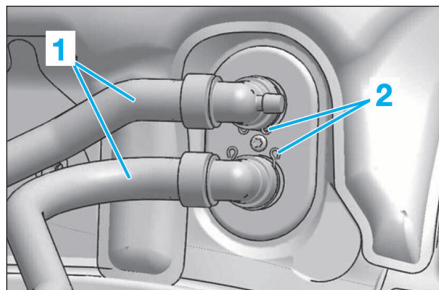

FIG. 29
- Mettre en place des pince-durits sur les durits (1) de refroidissement moteur, sur les durits de chauffage (Fig.29).